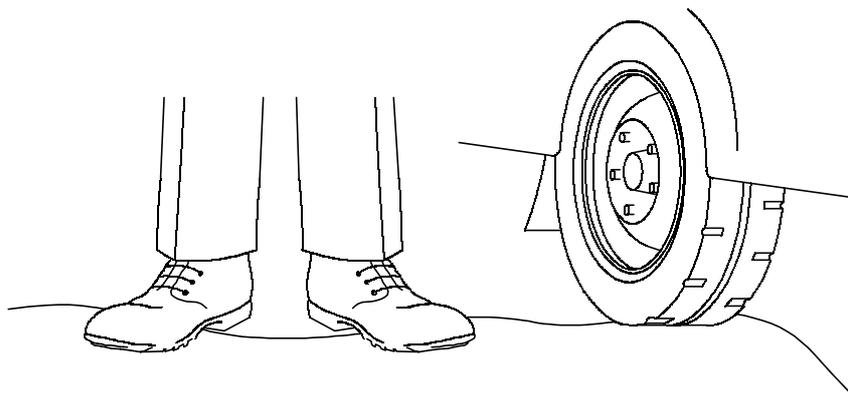

Рис. 2. Возможные причины повреждения сенсорного кабеля.
2. Размотанный и готовый для прикрепления кабель следует предохранять от повреждений, которые могут произойти, если наступить на кабель ногой или проехать по нему колесом автомобиля. Рис. 2 иллюстрирует типичное недопустимое обращение с кабелем. При таком обращении сенсорный кабель будет поврежден, и повреждение можно не обнаружить. Замена кабеля может стоить дорого, так как его дефекты будут обнаружены только после прикрепления его к оgrade.